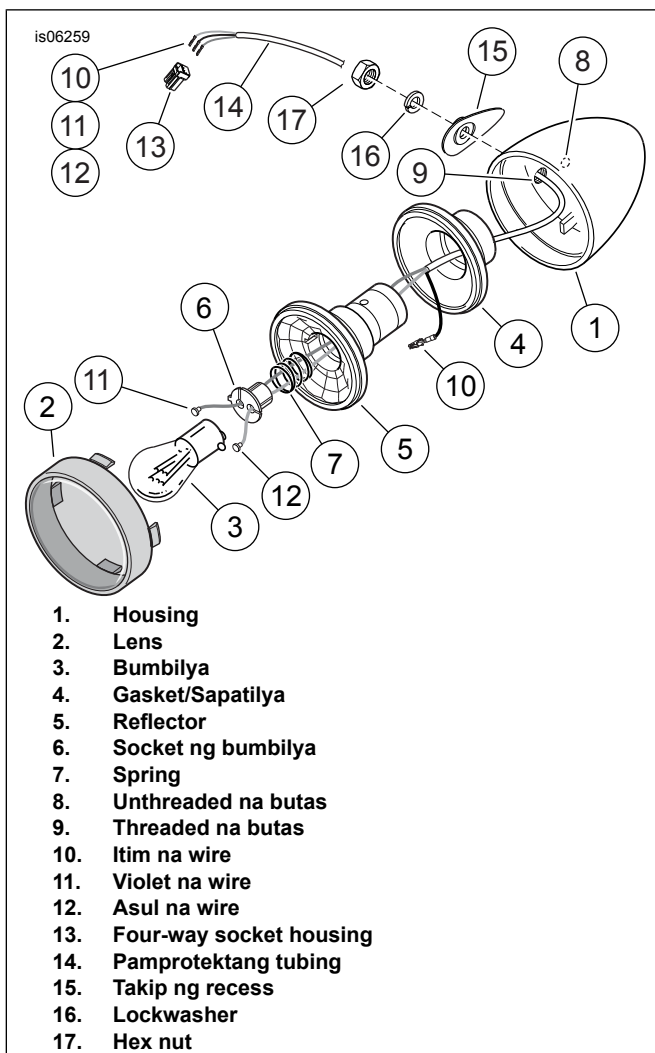

Figure 1. Stop/Tail/Turn Signal Lamp
11. Tingnan ang Figure 1 . Alisin ang mga itim (10), violet (11) at asul (12) na wire at mga socket terminal mula sa mga STT socket housing (13). Itabi ang mga STT lamp at socket housing para sa pagkakabit sa ibang pagkakataon.